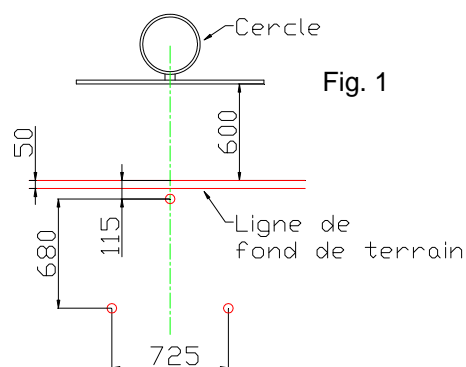

Fig. 1
- . Directement sur la dalle de sol plane, saine et de bonne qualité, d'une épaisseur env. 100mm : fig. 1
- Tracer puis percer 3 trous \varnothing 15 et profondeur 50 mm dans la dalle ou le massif béton comme indiquer fig. 1 et fixer les chevilles d'ancrage, en respectant précisément les schémas de mise en œuvre ci-dessous.